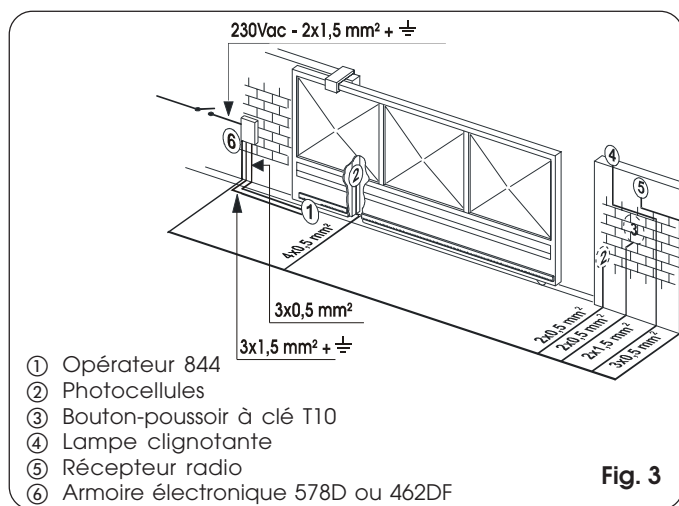
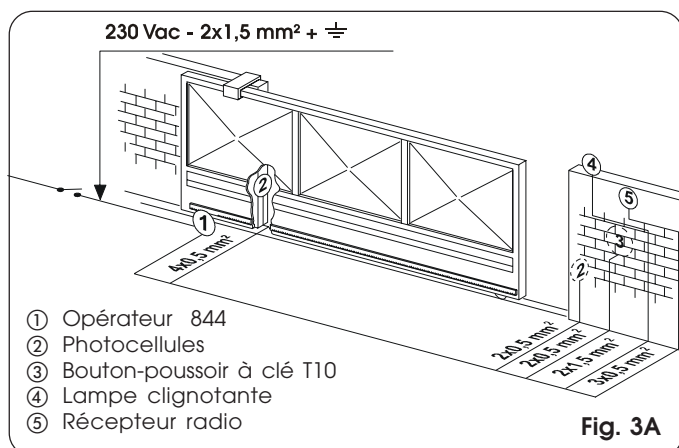

Fig. 3
Fig. 3A
- 4) Disposer les câbles électriques pour la connexion aux accessoires et à l'alimentation électrique d'après la Fig. 3 ou la Fig. 3A.